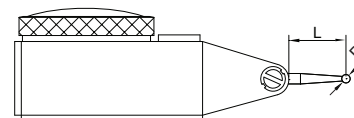

fig.6
3. Cada tipo de reloj comparador tiene longitud específica de los palpadores (L, fig.6). Si la longitud no es la correcta, se producirá un error de medición. Consulte la tabla para elegir los palpadores correctos de la serie 6284.